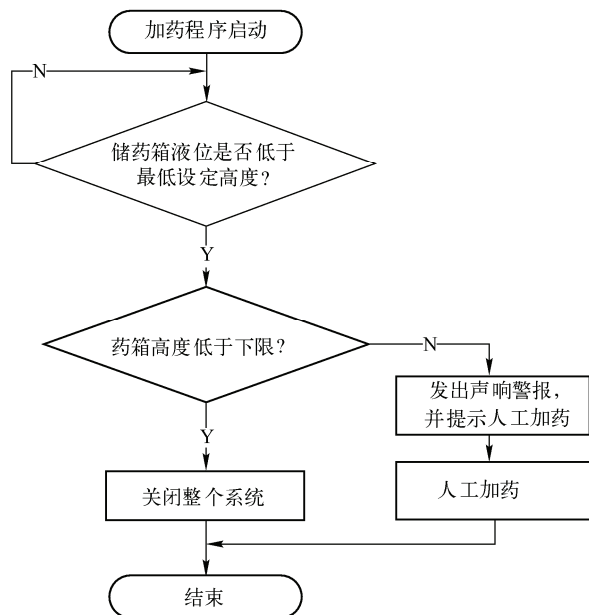

图 17-10 加药程序流程图
5) 加药系统。加药系统为净化器中正洗过程中提供清洗药剂，其加药由人工完成，药剂的输出是由正洗程序控制的。在药剂输出时，其加药箱的液位要达到 1m，否则程序会等待直到液位达到 1m，同时程序中发出报警信号告诉上位机的人机界面，提示人工加药。输药泵的运行速度和流量比例参数为 0.1。程序流程如图 17-10 所示。